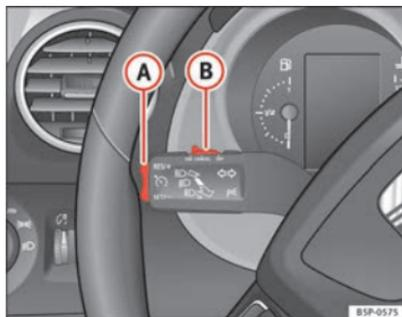

Fig. 152 Levier des clignotants et de l'inverseur-codes : commande et touche basculante pour régulateur de vitesse
- Appuyez sur la partie supérieure **RES+** de la commande à bascule ⇒ fig. 152 **A** pour augmenter la vitesse. Tant que vous maintenez enfoncée la commande à bascule, le véhicule accélère. Lorsque vous lâchez la commande à bascule, la nouvelle vitesse est mémorisée.
⇒ page 200, fig. 152 **A**.